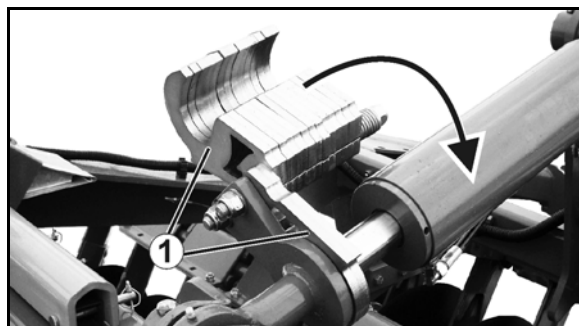

Bild 71
8. Ställ in arbetsdjupet genom att svänga in distanselementen (Bild 71/1).
→ Spärrhaken upplåst (Bild 71).